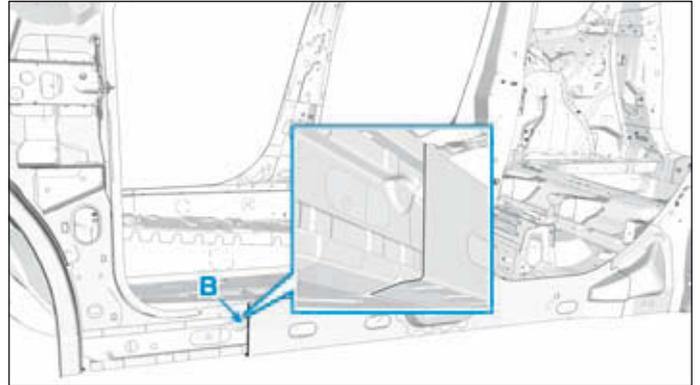

FIG.53
- Tenir compte du détail de coupe (Fig.53).